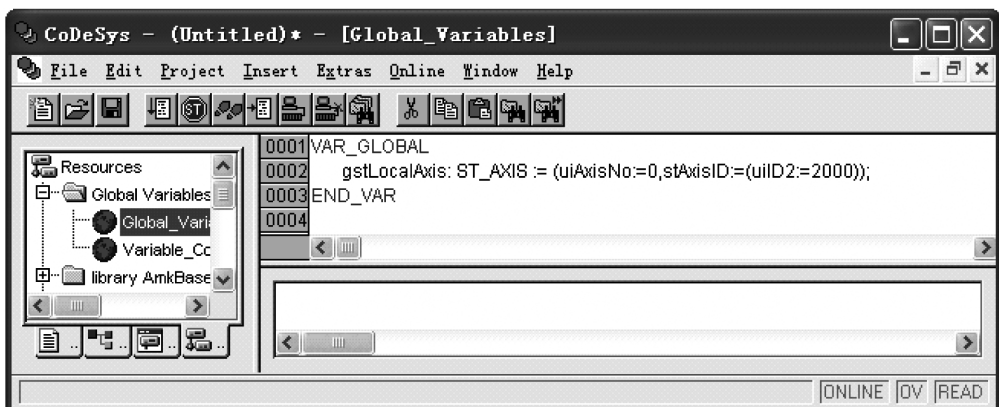

图 5-3 声明“local axis”结构体
4) 在“Global _ Variables”变量表中声明“local axis”结构体，如图 5-3 所示。